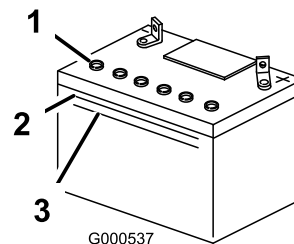

Рисунок 51
- Посмотрите на боковую стенку аккумулятора. Уровень электролита должен доходить до **верхней** линии (Рисунок 51). Следите, чтобы уровень электролита не опускался ниже нижней линии (Рисунок 51).
- Снимите с аккумуляторной батареи вентиляционные крышки (Рисунок 51).
верхней линии (Рисунок 51) на корпусе аккумуляторной батареи.
- После заполнения элементов аккумуляторной батареи подождите пять–десять минут. В случае необходимости добавьте дистиллированную воду, доведя уровень электролита до верхней линии (Рисунок 51) на корпусе аккумулятора.